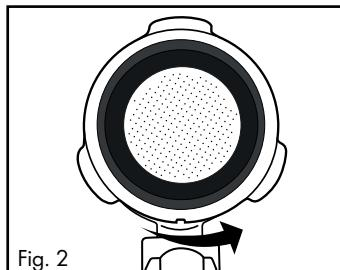

Fig. 2
- Ruotare poi leggermente il filtro per espresso grande **19** o piccolo **20** in modo tale che non possa più cadere fuori (fig. 2).